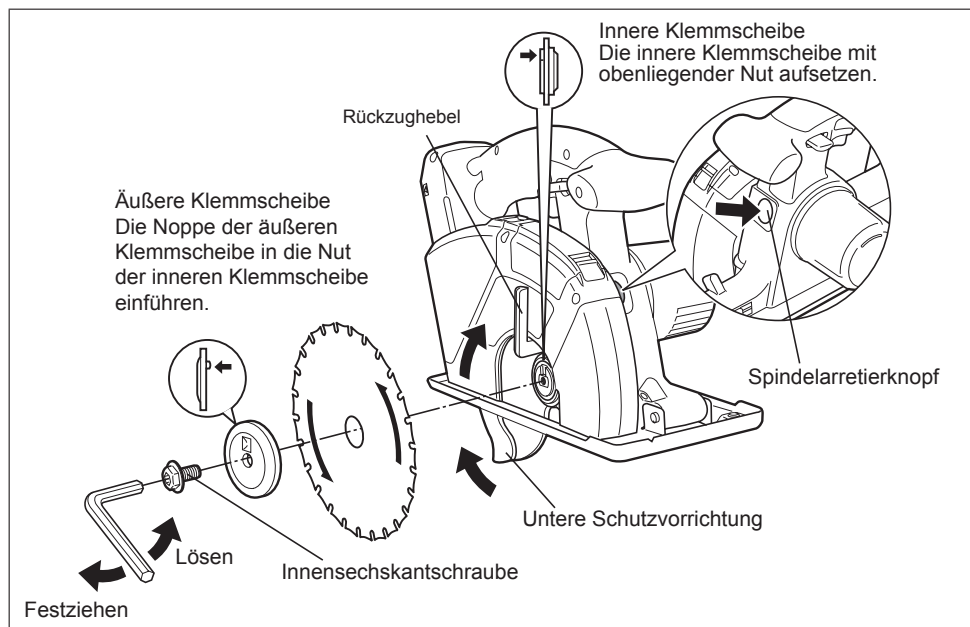

Abb. 6
Darauf achten, dass die Imbusschraube korrekt festgezogen ist. (Siehe Abb. 6.)
4. Das Blatt entsprechend der obigen Darstellung anbringen. (Siehe Abb. 6.)